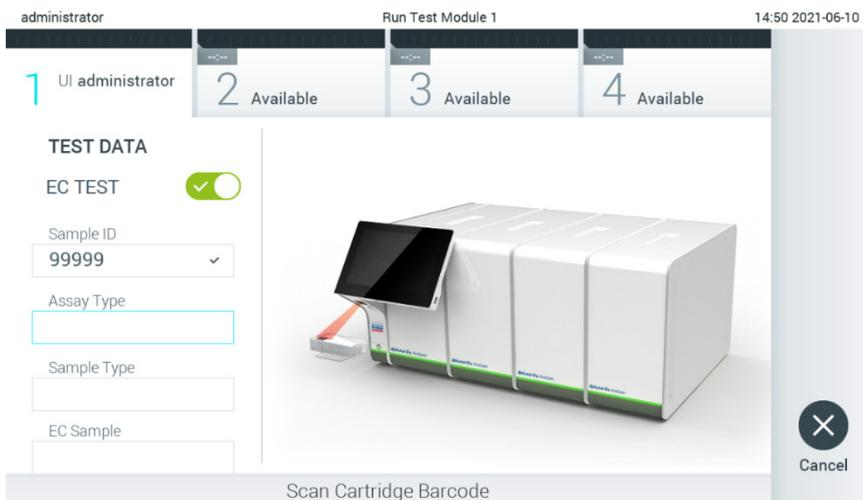

Figure 90. Lecture du code à barres de la cartouche de dosage QIAstat-Dx.
4. Lorsque vous y êtes invité, lisez le code à barres de la cartouche de dosage QIAstat-Dx à utiliser. Le QIAstat-Dx Analyzer 1.0 reconnaît automatiquement le dosage à effectuer, en fonction du code à barres de la cartouche de dosage QIAstat-Dx (figure 90)